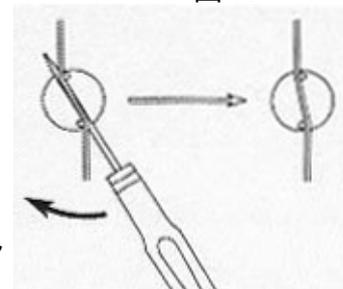

図 15
- ペダルをナチュラルにしてみてください。ディスクが弦を少し深く掴んでいることでしょうか。ドライバーの先をディスクの弦の裏側に入れて音程が正しくなるまでディスクを優しく戻してください ( 図 15 )。